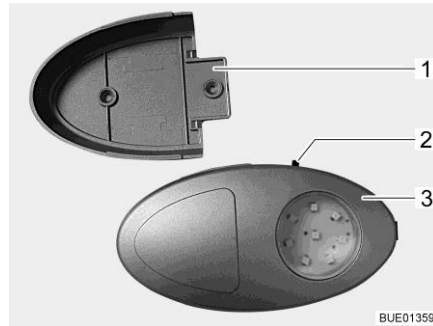

Bild 82 Klädskåpslampa/ficklampa
- ▷ Klädskåpslampan kan dras ut från skruvhållaren (Bild 82,1) och användas som ficklampa.
På-/av-brytaren (Bild 82,2) sitter direkt på klädskåpslampan (Bild 82,3).